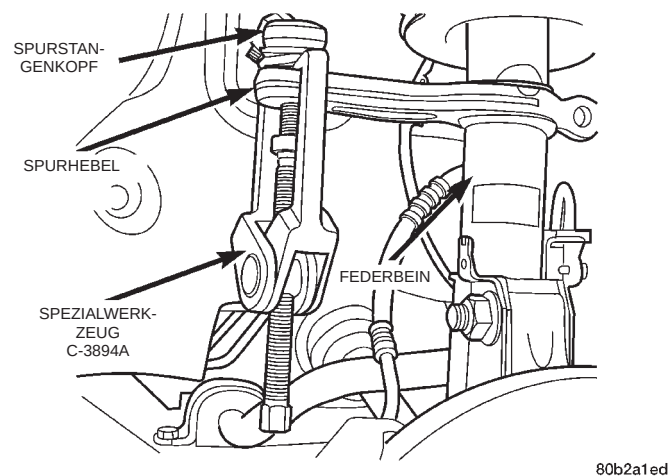

Abb. 10 Spurstangenkopf vom Spurhebel lösen
(4) Die Mutter des Spurstangenkopfes am Spurhebel lockern, aber nicht abschrauben (Abb. 10). Dann die Mutter und den Spurstangenkopf mit Spezialwerkzeug C-3894A (Abb. 10) aus dem Spurhebel ausbauen.